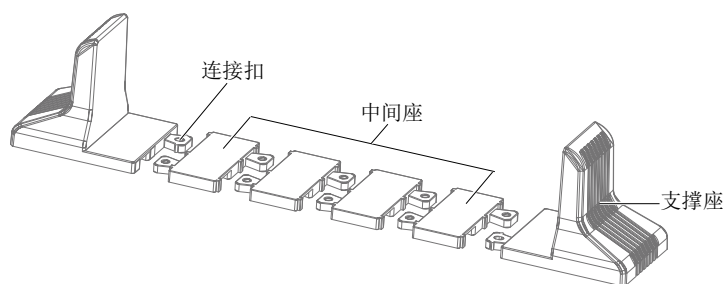

图2-8 安装带中间座的支撑座
2. 如需安装电池模块，从电池模块附件中取出其他中间座，将中间座和支撑座通过连接扣组装在一起，如图 2-8 所示。